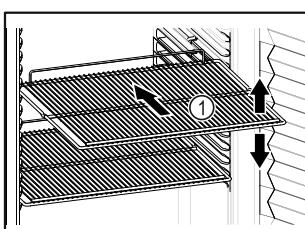

Fig. 61 Ilustratīvs attēlojums
- Ja novietošanas režīgi Fig. 61 (1) ir novirzāmi, pielāgojet tos pēc augstuma.